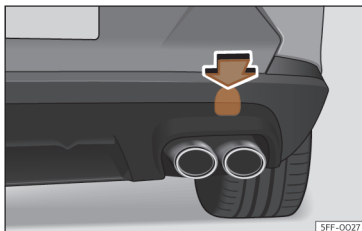

Fig. 201 No lado direito do para-choques traseiro: retirar a tampa.
O alojamento para a argola de reboque enroscável encontra-se na parte direita do para-choques traseiro, atrás de uma tampa >>> **Fig. 201**.
- Pressione a zona superior da tampa >>> **Fig. 201** para desencaixá-la.